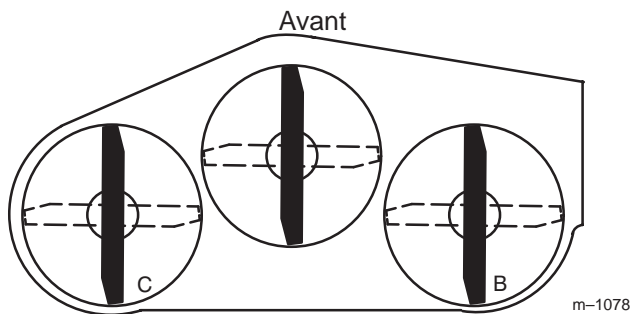
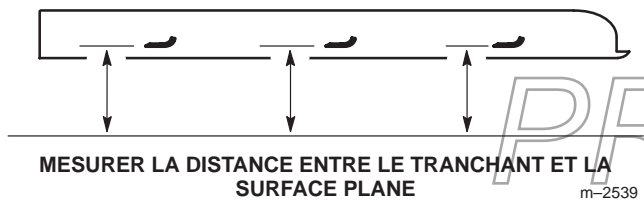

Figure 49
Figure 50
1. Tournez la lame droite dans le sens longitudinal (Fig. 49).
2. Mesurez la distance au point B (Fig. 49) entre la surface plane et le tranchant de la pointe de la lame droite (Fig. 50).
4. Tournez la lame gauche dans le sens longitudinal (Fig. 49).
5. Mesurez la distance au point C (Fig. 49) entre la surface plane et le tranchant de la pointe de la lame gauche (Fig. 50).